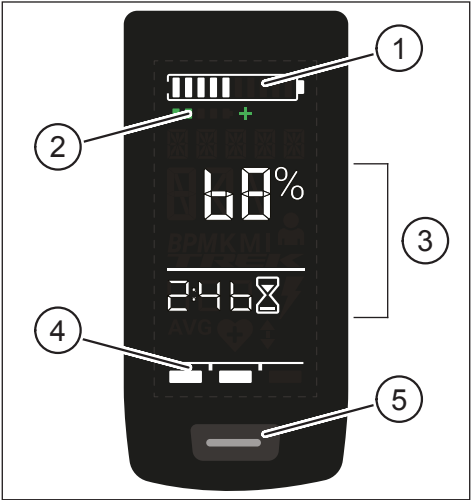
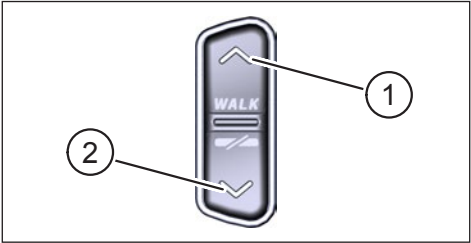

Fig. 1: Funcionamiento y componentes indicadores en Display
Fig. 2: Funcionamiento el Remote
Pos. en Fig. 1	Descripción
Pos. en Fig. 2	Descripción
- ▶ Mantenga pulsado el botón en el Display (Pos. 5 en Fig. 1) y el botón ABAJO en el Remote (Pos. 2 en Fig. 2) durante al menos 5 segundos.
- Con una **breve** pulsación en el botón de la Display (Pos. 5 en Fig. 1) se cambia a la siguiente vista de pantalla.
- Pulse la tecla ABAJO del mando Remote (Pos. 2 en Fig. 2).
- Pulse el botón en el mando Display (Pos. 5 en Fig. 1).